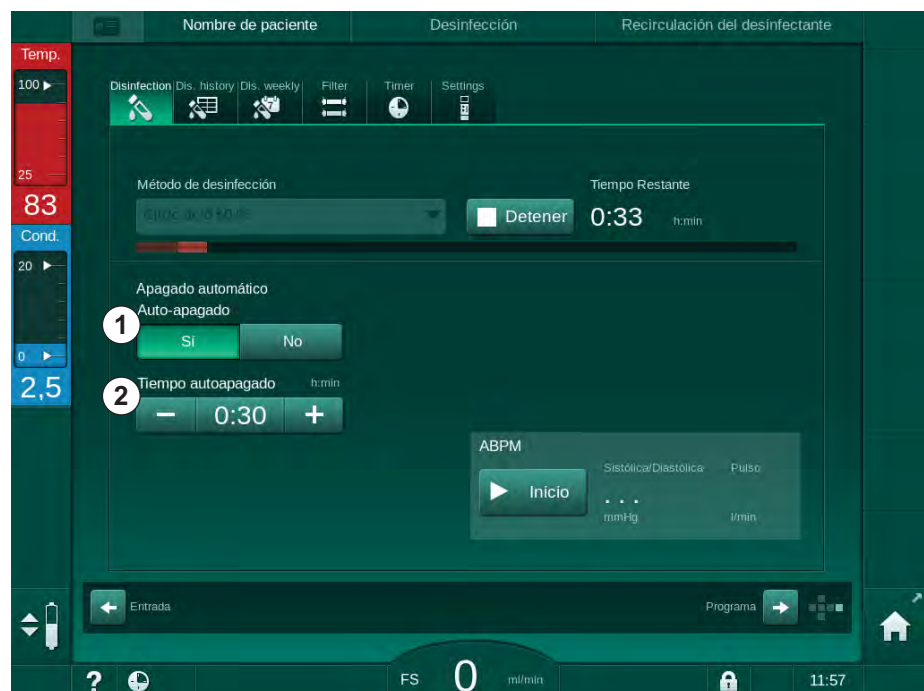

Fig. 7-15 Desinfección en curso - *Desconexión automática* activada
Después de seleccionar la pantalla de desinfección, se indica el preajuste para *Auto-apagado* (*Sí* o *No* así como el tiempo autoapagado si *Sí*). El ajuste para la función se puede modificar en cualquier momento antes o después de iniciar la desinfección pulsando *Auto-apagado, Sí* o *No* (Fig. 7-15 , ①).